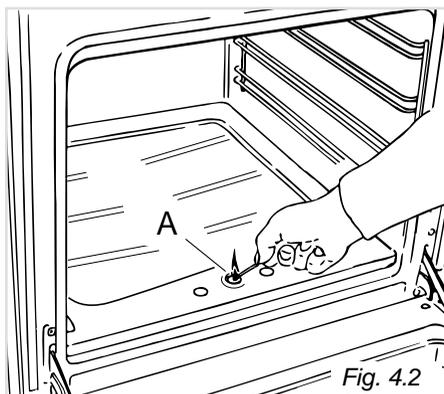

Fig. 4.2
- 2 - Avvicinare un fiammifero acceso al foro centrale del piano del forno (fig. 4.2).
- 2 - Avvicinare una fiamma al foro centrale "A" della base del forno (fig. 4.2).